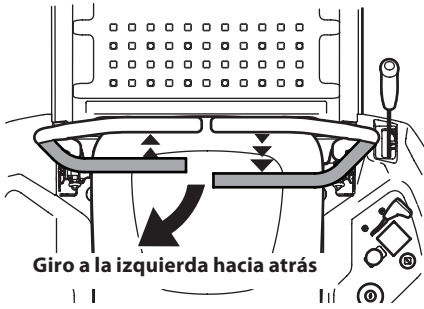

Figura 26
1. Para girar a la izquierda mientras se desplaza marcha atrás, mueva la palanca de control del lado izquierdo hacia adelante respecto de la palanca derecha. Consulte la Figura 26.